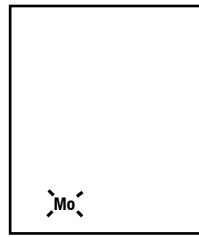

Figure 10
- After accepting the Time setting, the Day symbol flashes. See Figure 10. Press the Up or Down button to set the Day. Press the Next/Save button once to accept the Day setting.
- Après acceptation du réglage de l'heure, le symbole Jour clignote. Voir la figure 10. Appuyer sur le bouton Haut ou Bas pour régler le jour. Appuyer sur le bouton Next/Save pour accepter le réglage du jour.